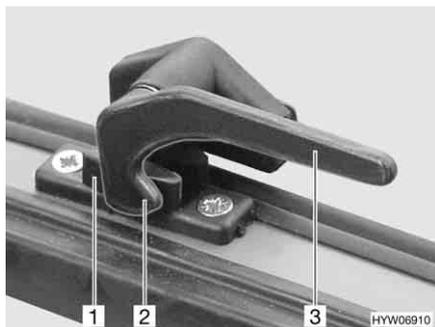

Fig. 75 Leva di serraggio in posizione "Chiuso"
- Ruotare la leva di serraggio (Fig. 75,3) di un quarto di giro verso il centro della finestra.
- Ruotare la leva di serraggio (Fig. 75,3) di un quarto di giro verso il telaio della finestra. Il nasello di chiusura (Fig. 75,2) si trova sul lato interno della chiusura della finestra (Fig. 75,1).
- In posizione "Completamente chiusa" (Fig. 75)